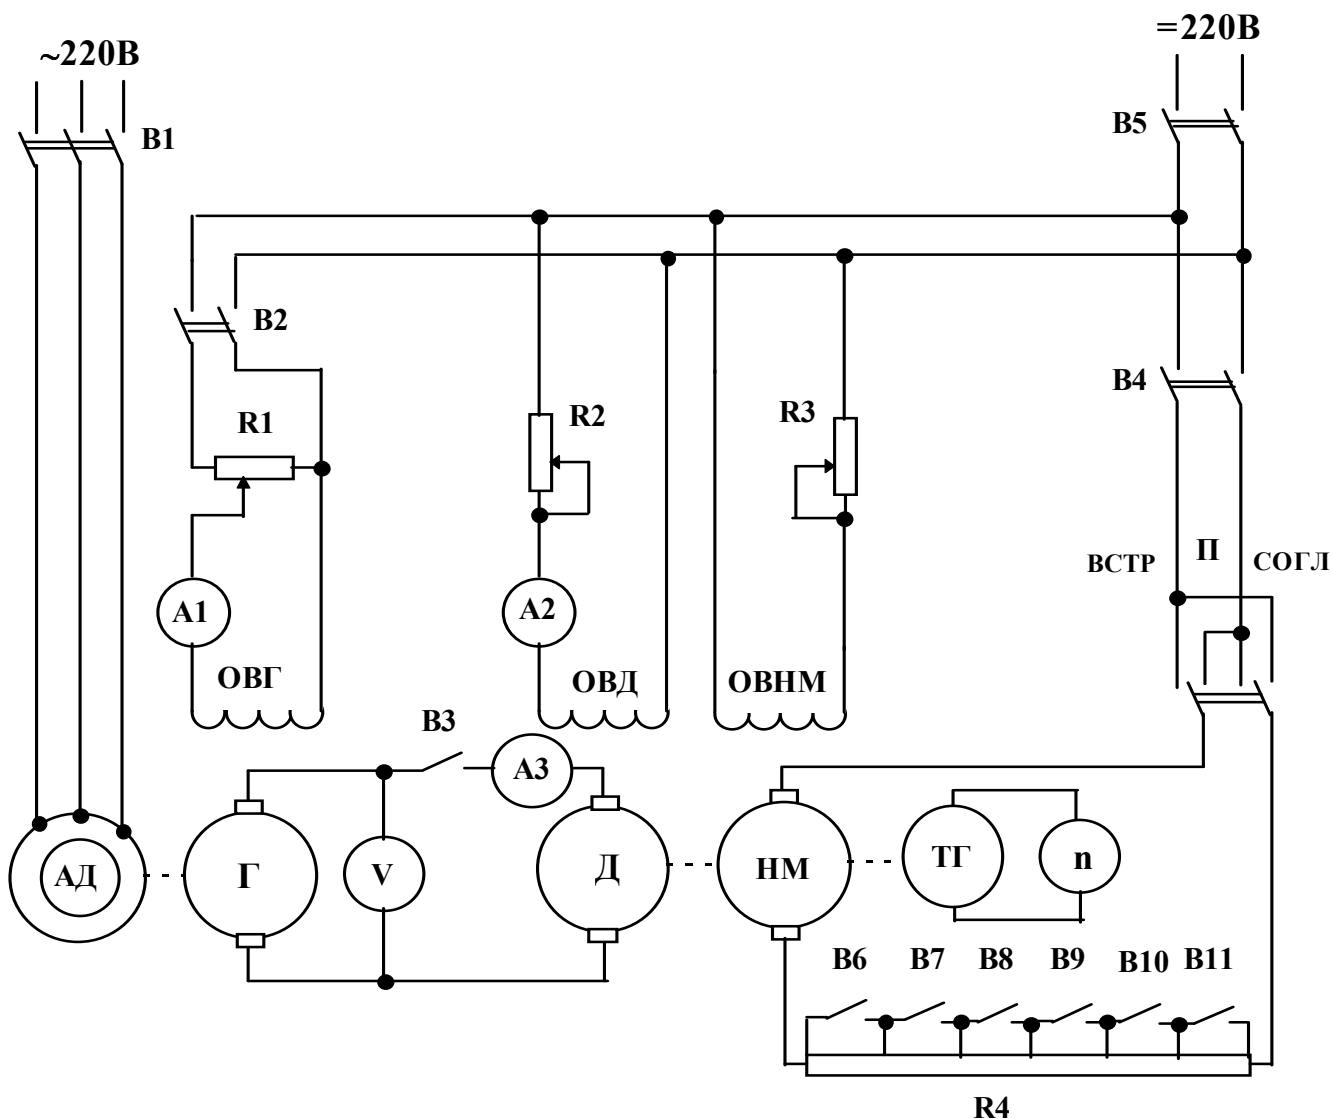

Рис. 3.1. Електрична схема лабораторної установки
Електрична схема лабораторної установки рис. 3.1. одержує живлення від мережі $=220\text{В}$ та $\sim 220\text{В}$.
- Електрична схема лабораторної установки (рис.3.1).